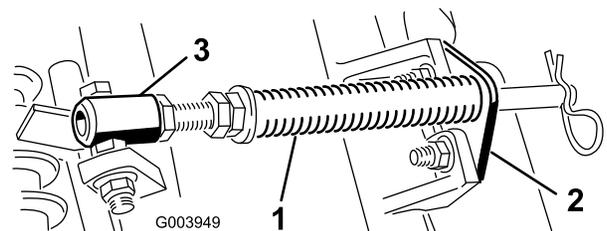

**Figura 3**
4. Asegúrese de que el contrapeso (Figura 3) está instalado en el extremo correcto de la unidad de corte, según lo indicado en el *Manual del operador de la unidad de corte*.